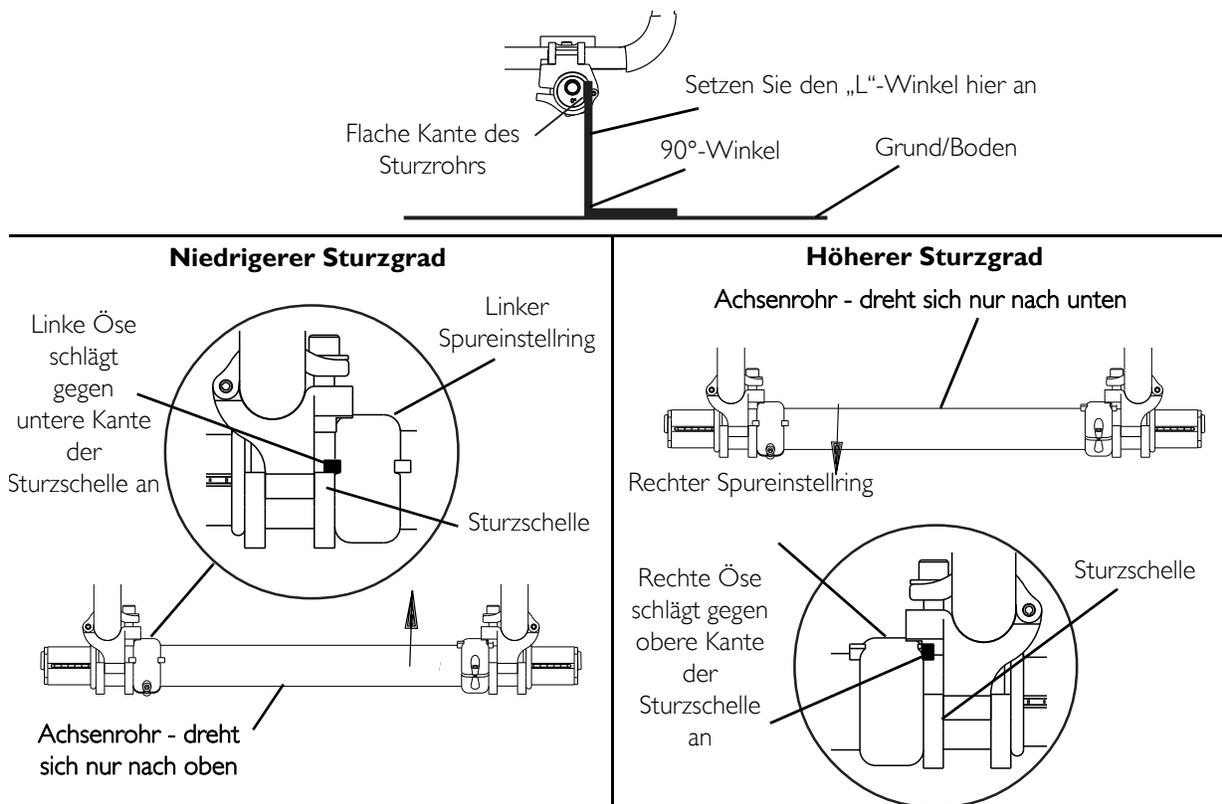

ABBILDUNG 5.19 Einstellen des Achsenrohrs - Verstellbares Sturzrohrsystem
HINWEIS: ABBILDUNG 5.19 auf Seite 54.
2. Lösen Sie die Arretierschraube, mit der die Spureinstellringe an dem Achsenrohr befestigt sind (ABBILDUNG 5.19).
3. Drehen Sie das Achsenrohr mithilfe eines „L“-Winkels, bis sich die flache Kante des Sturzrohrs in einem 90°-Winkel zu dem Grund/Boden befindet, wie in ABBILDUNG 5.19 dargestellt.